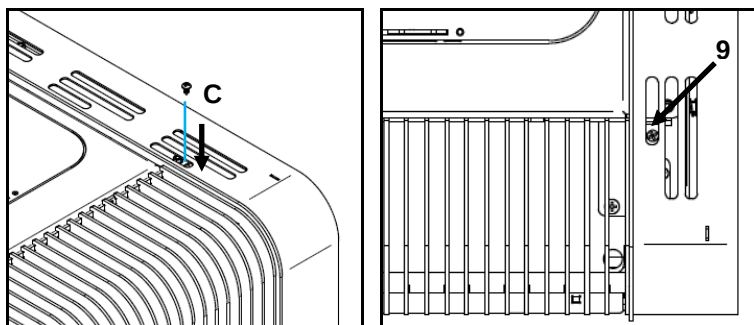

Figura 41 - Fijación de las envolventes Aspen
i) Por fin, fijar con un tornillo **C** (DIN 7981 4,2x9,5), en el orificio **9**, como indica a Figura 41.